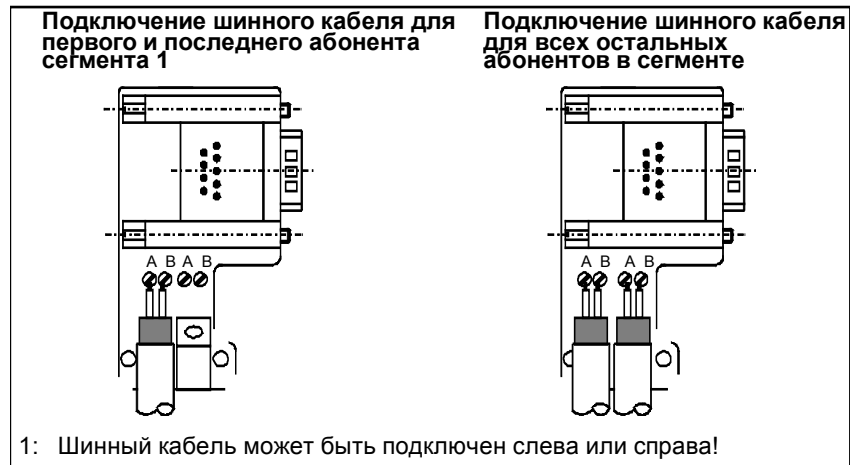

Рис. 5–3. Подключение шинного кабеля к шинному штекеру (6ES7 972–0B.10 ...)
3. Если шинный штекер находится в начале или в конце сегмента, то необходимо включить терминатор (оконечную нагрузку) (положение переключателя "ON") (см. рис. 5–4).